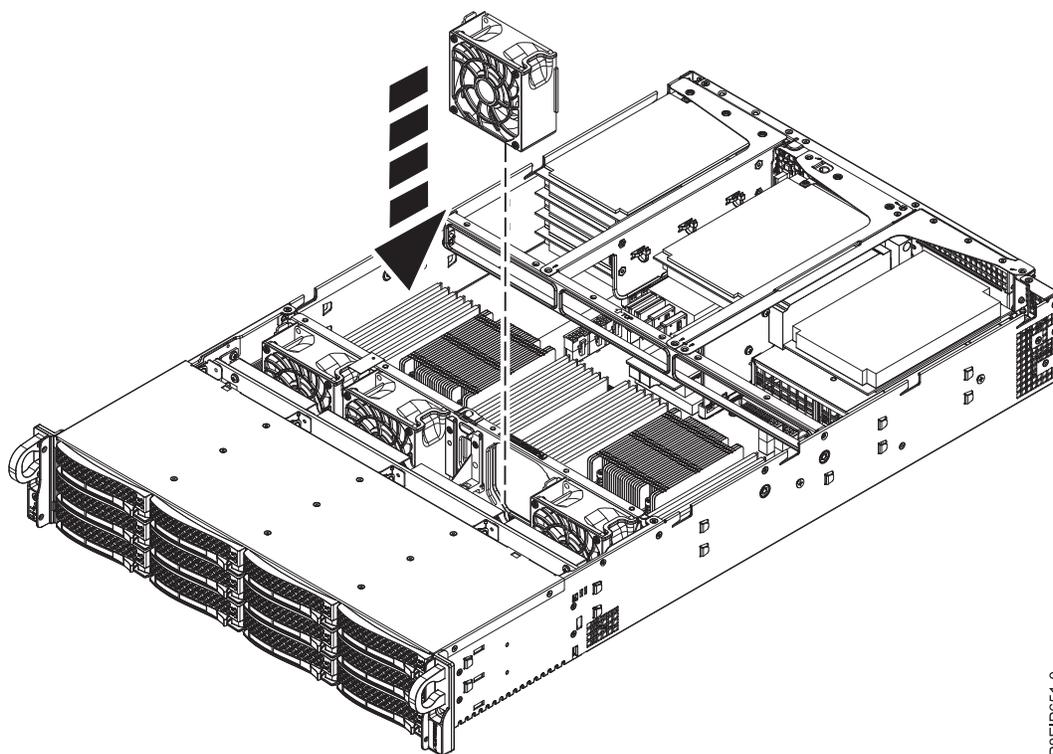

図 18. ファンの再取り付け
2. ファンをシステム内に下ろし、ファンとファン・ホルダーのスロットを位置合わせします (23 ページの図 18 を参照)。所定の位置に収まるまで、ファンを押し込みます。